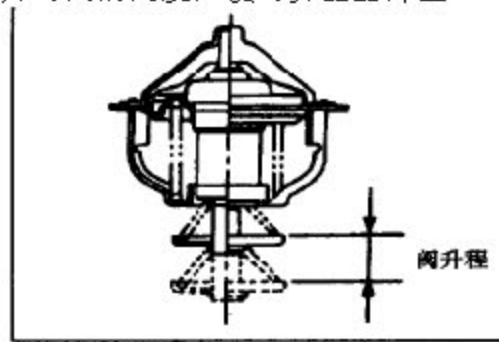

图 8-5
2). 使水温上升到全开温度时, 检查阀的上升量是否为标准值(见图 8-5)。标准值: 95°C , 上升量: 8.5mm 以上